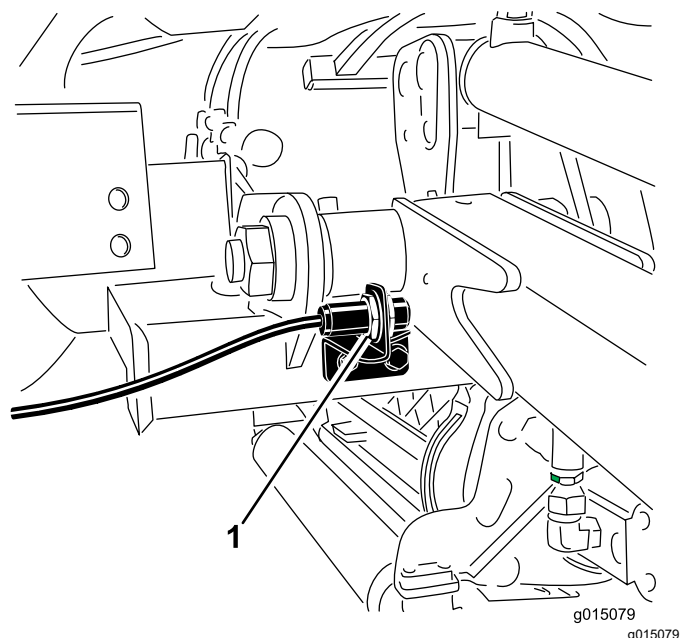

Figura 41
2. O interruptor do braço de elevação encontra-se por trás do braço de elevação direito dianteiro (Figura 41).
3. Solte os parafusos de montagem do interruptor (Figura 41) e desloque o interruptor para cima para aumentar a altura de viragem do braço de elevação ou desloque o interruptor para baixo para diminuir a altura de viragem do braço de elevação.